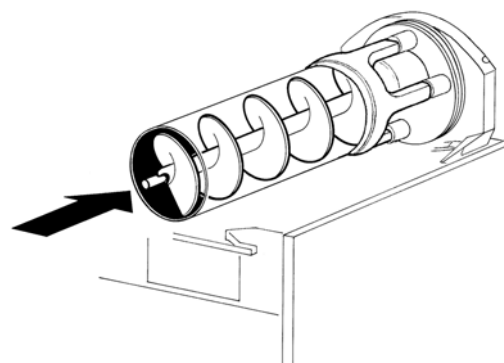

figure 14
- 5 Introduire l'hélice intérieure dans l'évaporateur en veillant à l'accompagner jusqu'au fond mais en évitant qu'elle heurte la paroi postérieure (voir figure 14).